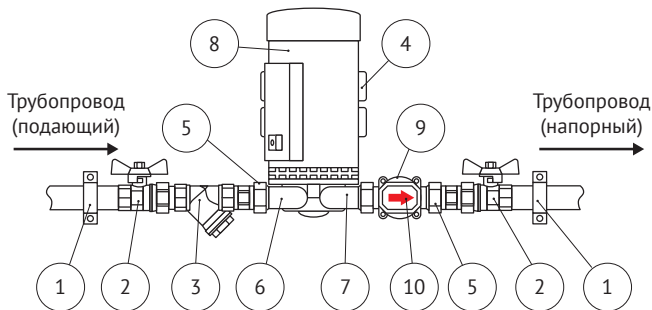

Рис. 4
Типовая схема монтажа насоса на трубопроводе системы показана на рис. 4. Соединение насоса 8 с трубопроводом производится с помощью входящих в комплект соединительных элементов 5 (см. также Раздел 2 «Комплект поставки»). При монтаже соблюдайте направление движения перекачиваемой среды (вращения рабочего колеса), указанное стрелками на корпусе электродвигателя и защитной крышке датчика потока 10 (см. также рис. 2, поз. 13).
1. Откройте запорную арматуру на входе и выходе насоса (рис. 4, поз. 2);
Также необходимо регулярно выполнять проверку и очистку фильтра грубой очистки (рис. 4, поз. 3). Интервал проверок